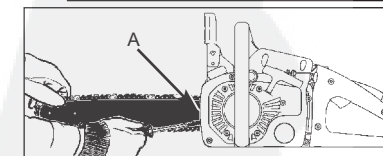

Fig. 5
1. Tenez le guide-chaîne à l'horizontale et tournez la vis de réglage (D) DANS LE SENS DES AIGUILLES D'UNE MONTRE pour augmenter la tension de la chaîne. Tournez la vis DANS LE SENS INVERSE DES AIGUILLES D'UNE MONTRE pour diminuer la tension de la chaîne. Assurez-vous que la chaîne est bien ajustée tout au long du guide-chaîne (Fig. 5).